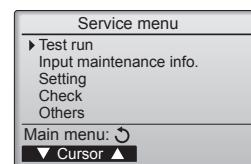

Fig. 7-1
- Selecteer "Test run" (Proefdraaien) in het Service-menu en druk op de toets [SELECTEREN]. (Fig. 7-1)